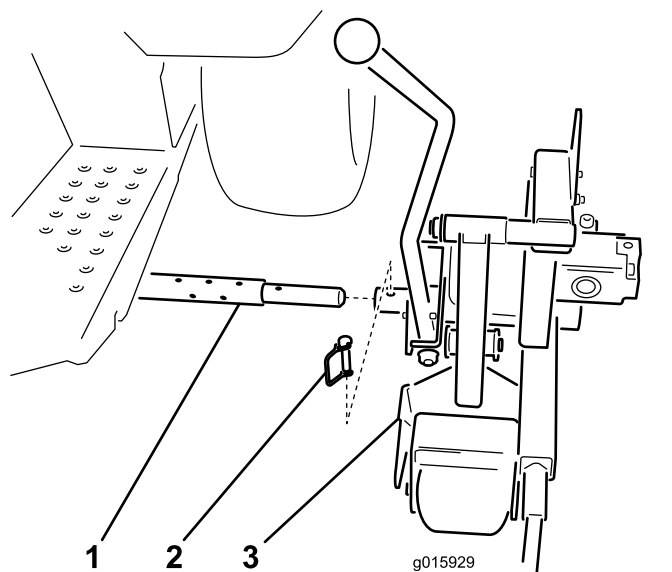

图 5
1. 将刀盘头的枢轴管滑到十字管上图 5。
2. 用挂钩销将刀盘头固定到十字管上图 5。